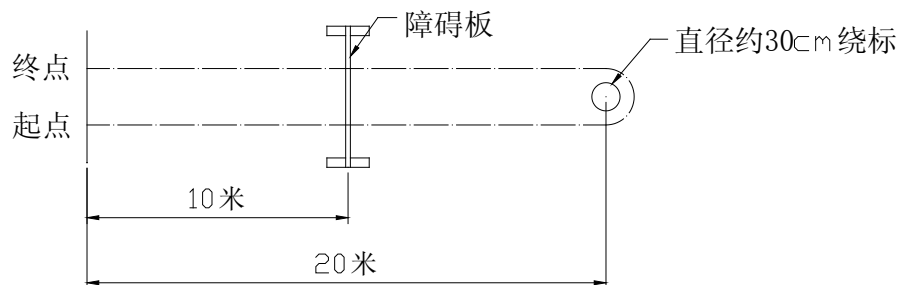

图 4，绕标竞速示意图
1) 要求参赛选手穿着本队制作的竹高跷进行图 4 所示的绕标跑或走；